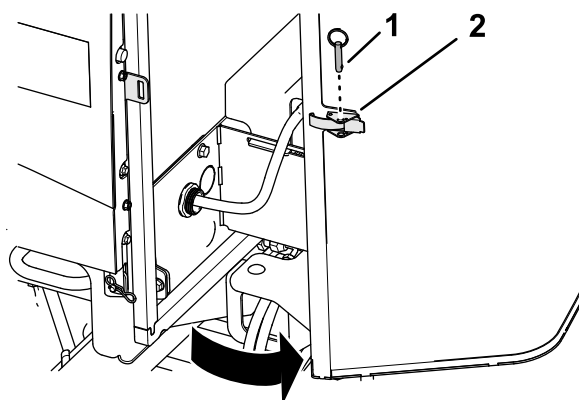

Figure 98
1. Retirez la goupille sphérique du verrou de la protection (Figure 98).